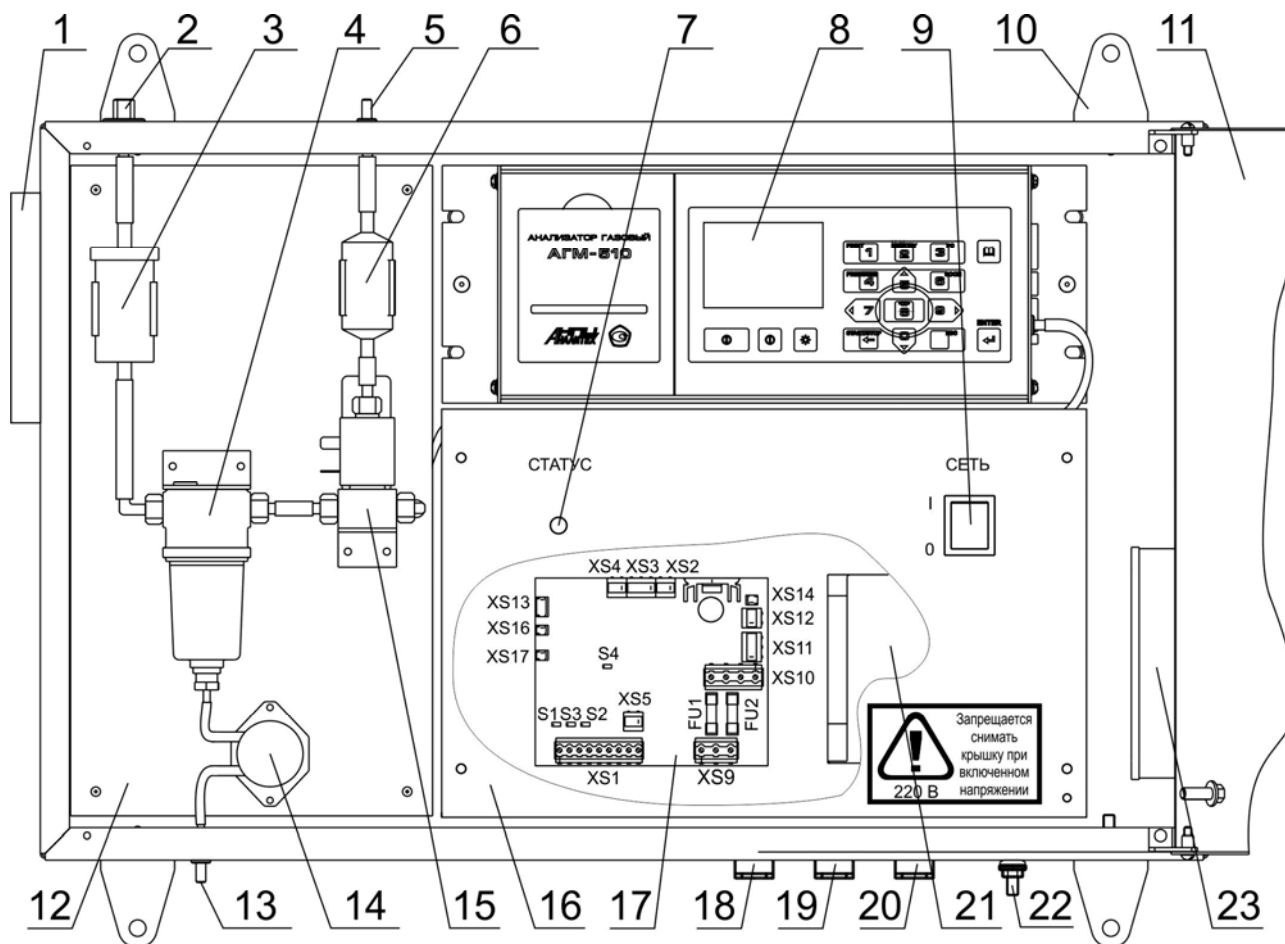

Рис. 3.4 Внешний вид шкафа УПП-510 с открытой крышкой (электрические соединения не показаны)
Адаптер поз. 17 (рис. 3.4) предназначен управления электромагнитным клапаном, перистальтическим насосом, вентилятором, питанием газоанализатора АГМ-510 и обеспечения информационного обмена АГМ-510 удаленным с персональным компьютером. Адаптер имеет светодиодный индикатор, который показывает наличие информационного обмена.
Шкаф УПП-510 должен быть заземлен через шпильку заземления поз. 22 (рис. 3.4).
Установить газоанализатор АГМ-510 поз. 8 (рис. 3.4) в шкаф УПП-510 на улавливающие штифты и закрепить его 4-мя винтами М5х12, подключить интерфейсные жгуты к соответствующим разъемам газоанализатора в соответствии со схемой электрической общей, приведенной на рисунке 9.2.
Включение питания производится при открытой крышке УПП-510 выключателями поз. 9 (рис.3.4) совмещенным с индикатором включения питания. Индикатор «Статус» поз. 7 (рис.3.4) отражает информационный обмен по интерфейсам. Мигание с периодом 10 секунд говорит о нормальном обмене данными между АГМ-510 и УПП-510, мигание с периодом 2 секунды говорит об активности информационного обмена с управляющим компьютером.
Выключение питания производится выключателями поз. 9 (рис.3.4), газоанализатор АГМ510 выключается с задержкой, допускается выключать его в любой момент клавишей ①.